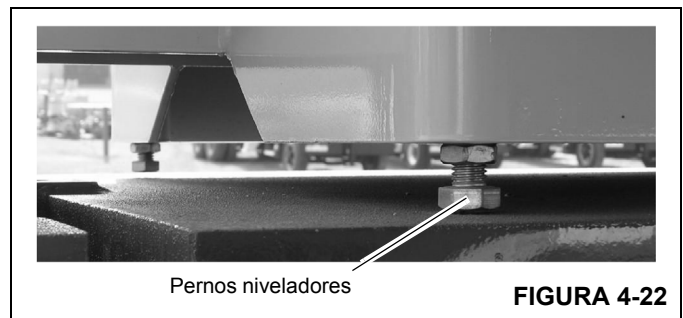

FIGURA 4-22
- Ajuste los cuatro pernos niveladores del contrapeso (Figura 4-22) para eliminar todo movimiento relativo entre el contrapeso y la plataforma de giro.